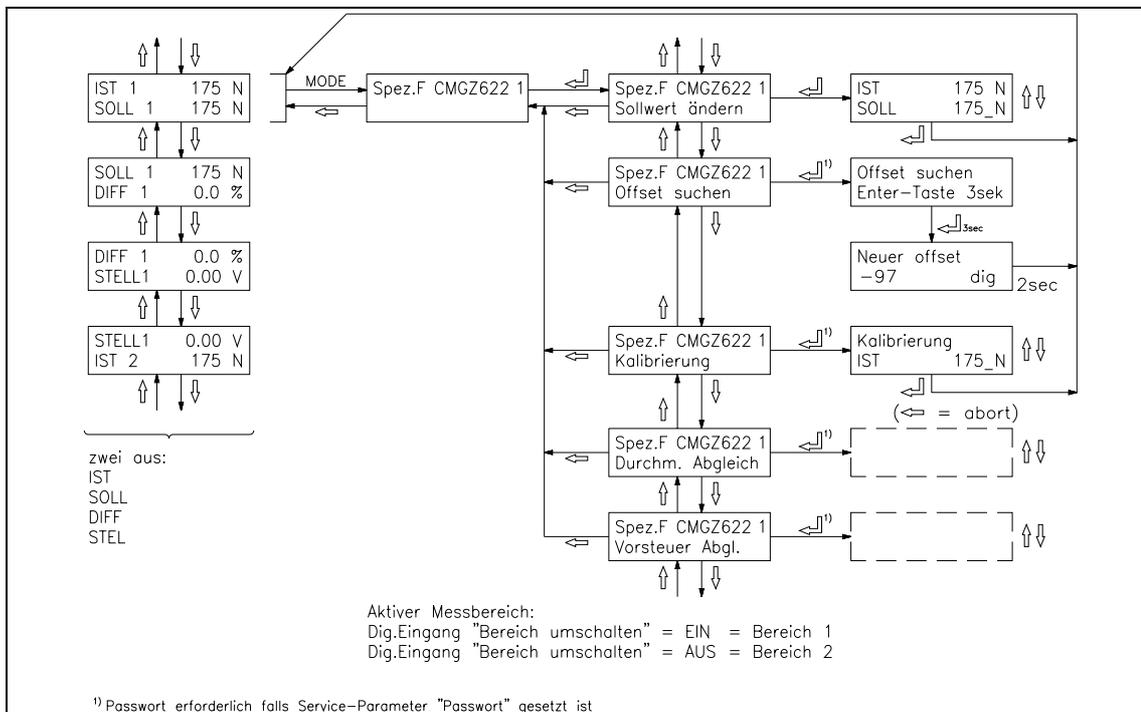

Bild 12: Hauptbedienebene CMGZ622
- Taste **MODE** drücken. Mit den Tasten \uparrow \downarrow \leftarrow das Modul *Spez.F CMGZ622 1* und die Spezialfunktion *Offset finden* suchen und anwählen (Bild 12).
- Offset ermitteln durch Drücken der Taste \leftarrow während drei Sekunden (Bild 12). Die Elektronik berechnet automatisch den neuen Offset. Die Anzeige kehrt zurück ins Hauptbild.
- Taste MODE drücken. Mit den Tasten \uparrow \downarrow \leftarrow das Modul *Spez.F CMGZ622 1* und die Spezialfunktion *Kalibrierung* suchen und anwählen (Bild 12).
- Mit den Tasten \uparrow \downarrow die dem Gewicht entsprechende Kraft einstellen in der Anzeige und Eingabe abschliessen mit Taste \leftarrow (Bild 12). Die Elektronik berechnet automatisch den neuen Gain-Faktor. Die Anzeige kehrt zurück ins Hauptbild.
- Spezialfunktion *Sollwert ändern* aufrufen (siehe Bild 12). Neuen Sollwert mit den Tasten \uparrow \downarrow eingeben und speichern mit Taste \leftarrow .